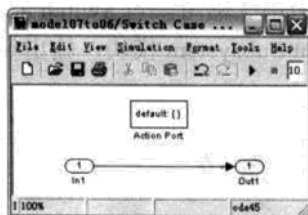
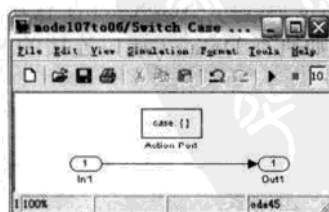
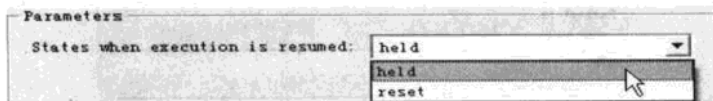

图 7.27 Switch Case Action Subsystem 模块窗口
图 7.28 Switch Case Action Subsystem1/2 模块窗口
图 7.29 Action Port 模块参数对话框
(4) Switch Case Action Subsystem 模块和 Switch Case Action Subsystem1/2 模块参数设置。在与不同的 Switch Case 模块端口连接, 显示不会一样, 可对比 Switch Case Action Subsystem 模块和 Switch Case Action Subsystem1 模块。双击 Switch Case Action Subsystem 模块, 显示如图 7.27 所示。双击 Switch Case Action Subsystem1/2 模块弹出如图 7.28 所示。双击图 7.27 中 Action Port 模块, 弹出参数对话框, 如图 7.29 所示, 在此不改变默认参数。